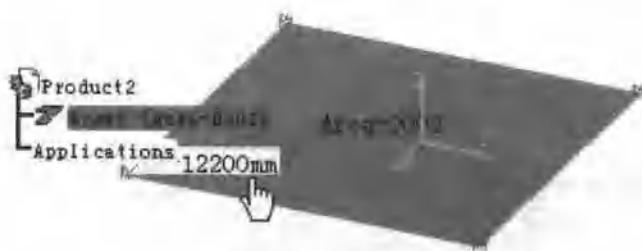

图 1-9 角点标记
(2) 单击区域边缘，使其高亮显示，此时区域轮廓的角点出现小的绿色点集标记（如图 1-9 所示）。